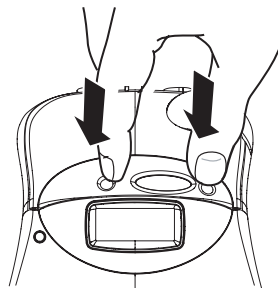

Figura 3
1. Presione y suelte la tapa del cartucho de cinta para abrir el compartimento. Véase figura 3.